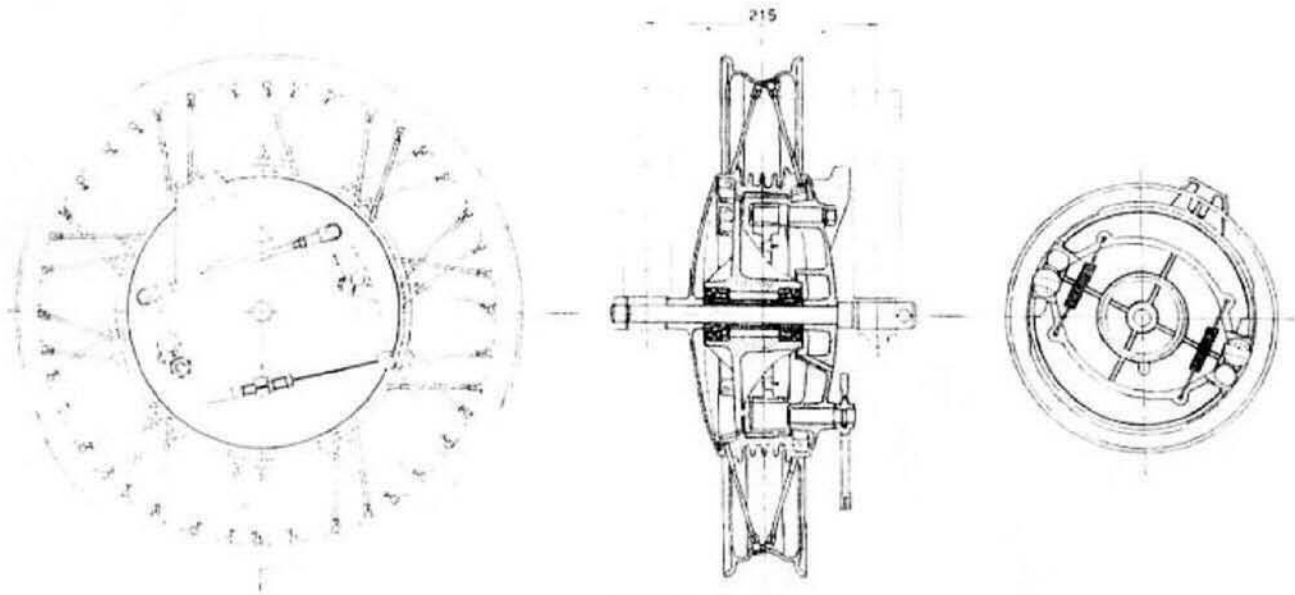

Fig. 121
- Centrare le ruote controllando le misure di fig. 121 ruota anteriore e 122 ruota posteriore.